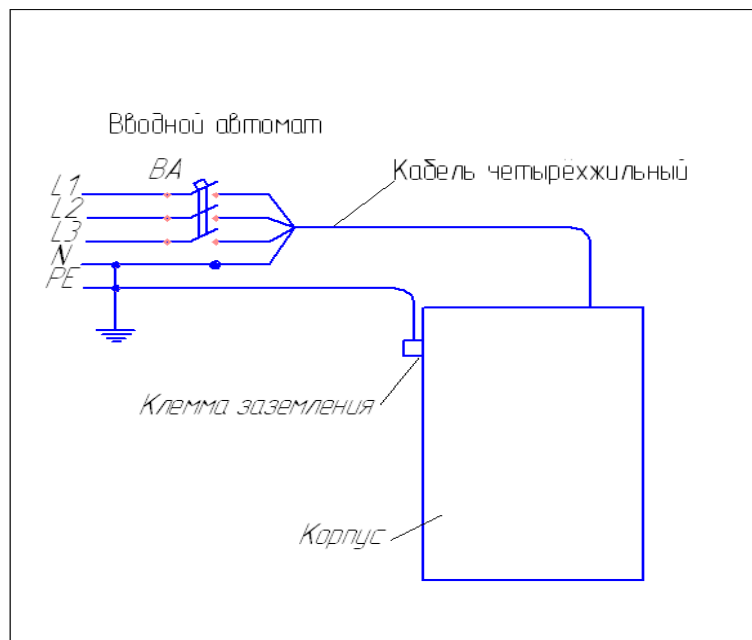

Рисунок 3. Схема подключения внешних цепей аквадистиллятора Liston A 1210, Liston A 1225 к питающей сети ~380 В.
- Liston A 1225- серии АП50Б 3МТ $10I_n$ на ток 50А.Установить в непосредственной близости от аквадистиллятора в месте, удобном для включения/выключения, вводной аппарат (автоматический выключатель) и подключить к нему (Рисунок 2 и Рисунок 3) сетевой кабель аквадистиллятора (для 4-х литровой модели, вставить вилку в розетку с заземляющим контактом).